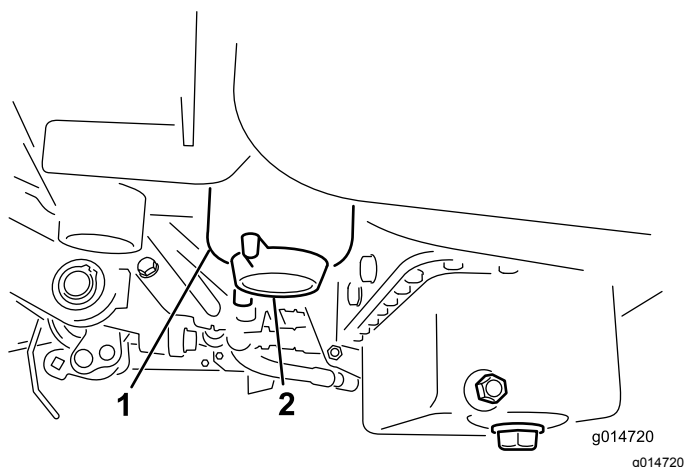

Figura 43
2. Pulite la superficie circostante la scatola del filtro (Figura 43).
4. Aprite il tappo di spurgo del filtro (Figura 43).